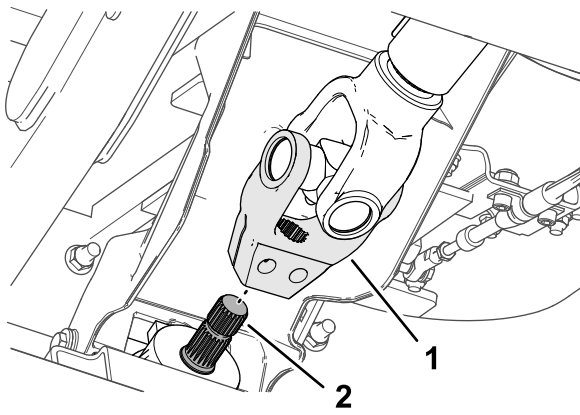

Figura 18
5. Alinee las acanaladuras de la horquilla del árbol de transmisión con las acanaladuras del eje de entrada del accesorio (Figura 18) y deslice la horquilla sobre el eje.